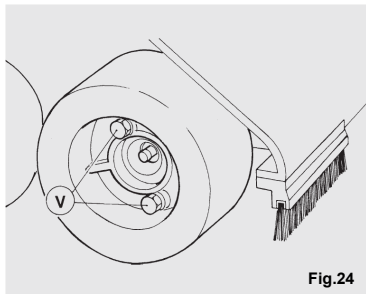

Fig.24
Après une certaine période d'utilisation, il s'avère nécessaire de remplacer une ou plusieurs roues. Pour le remplacement enlever la vieille roue en dévissant les deux vis (V) et substituer la roue (Fig.24).